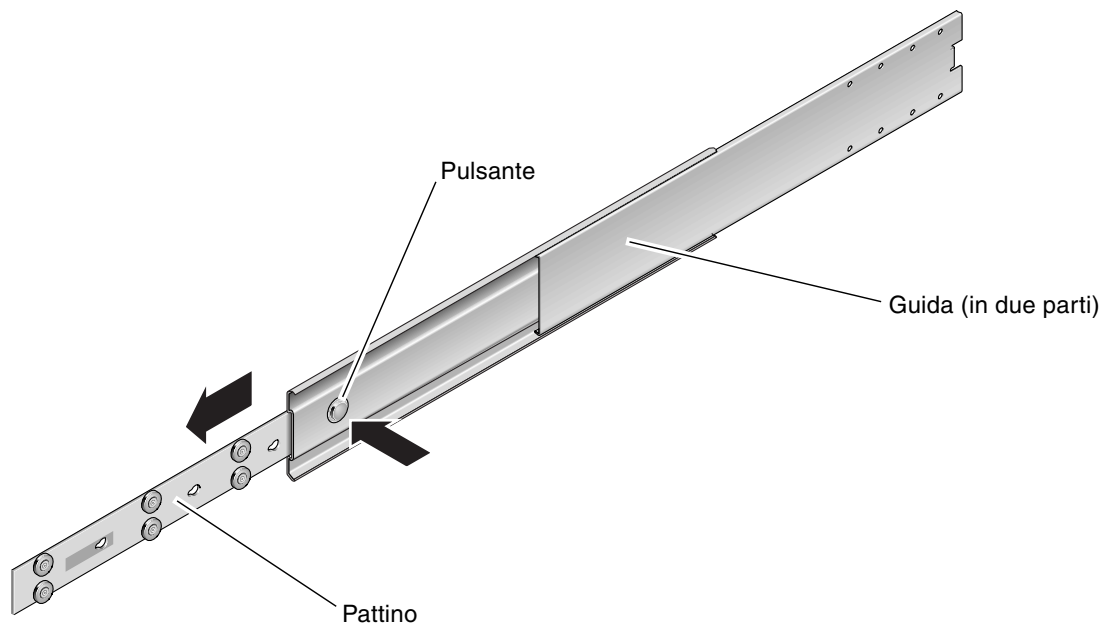

FIGURA 3-8 Scomposizione della guida
4. Premere sul fondo di ciascuna guida e tirare il pattino completamente fuori dalla guida (FIGURA 3-8).